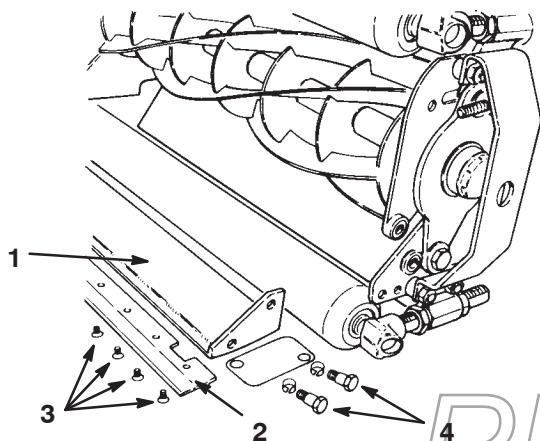

Figure 26
2. Retirez les vis de fixation de la contre-lame et dissociez la contre-lame de la barre (Fig. 26). Mettez les vis au rebut.